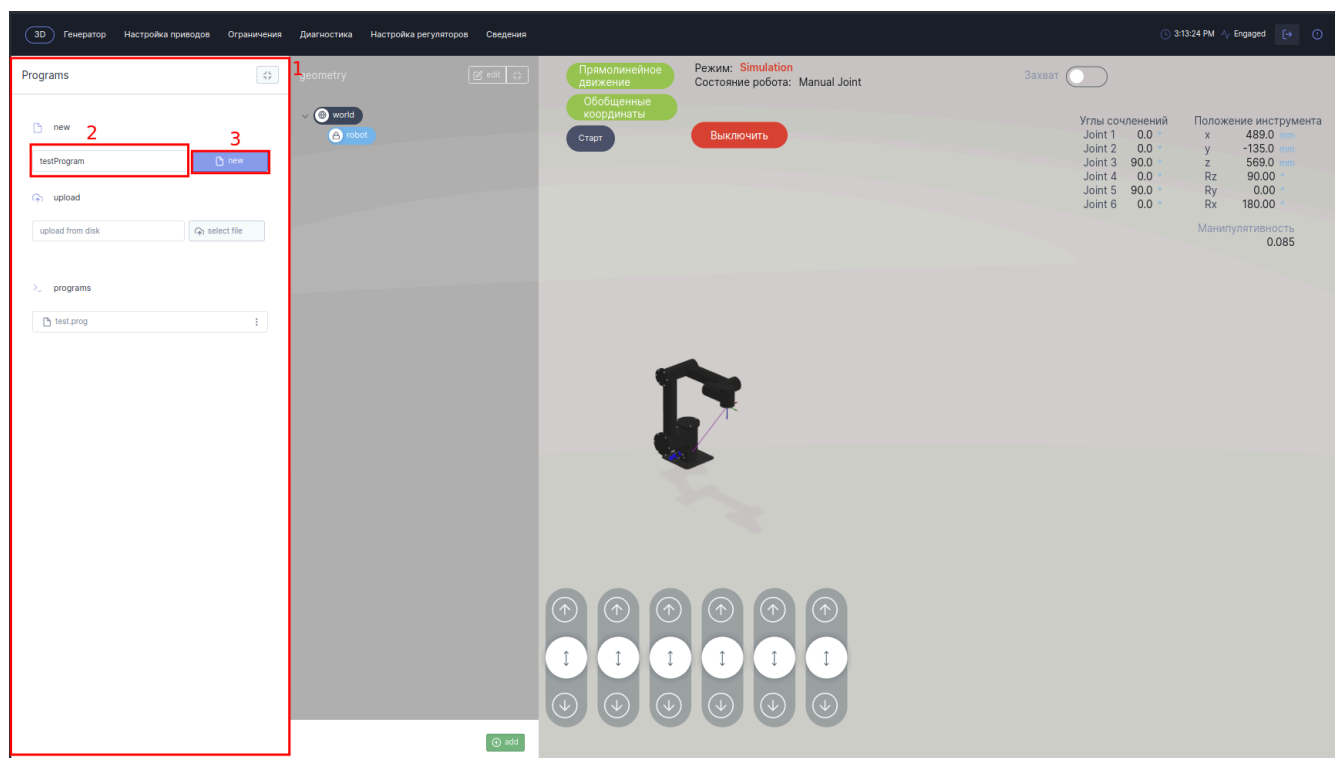

Рис. 3.6
Для создания собственной программы для управления роботом, необходимо во вкладке **3D** (рис. 3.6) в окне **Programs** (1) в пустом поле (2) ввести название программы и нажать на кнопку **new** (3).